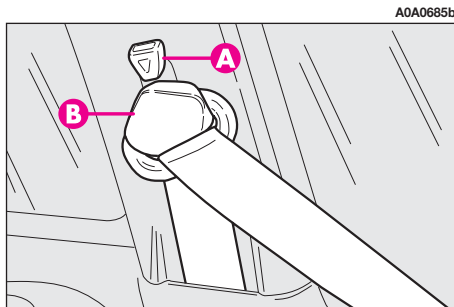

fig. 36
Per compiere la regolazione premere il pulsante (A-fig. 36) ed alzare od abbassare l'impugnatura (B).